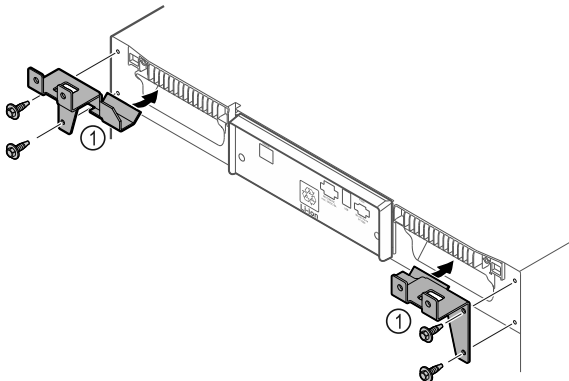

Fig. 8
- ▶ Vasthouddelen Fig. 8 (1) met meegeleverde schroeven op het apparaat monteren.